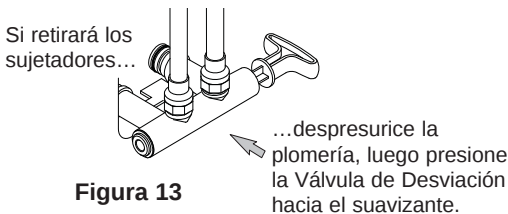

Figura 13
7. Controle que no haya goteos alrededor de los sujetadores en la entrada y salida del suavizante. Si hay una pérdida en un sujetador, despresurice la plomería (cierre el suministro de agua y abra los grifos) antes de retirar el sujetador. Al retirar los sujetadores de la entrada y salida del suavizante, presione el cuerpo de la válvula de desviación simple hacia el suavizante (Vea la Figura 13). Un retiro inadecuado podrá dañar los sujetadores. No vuelva a instalar los sujetadores dañados.